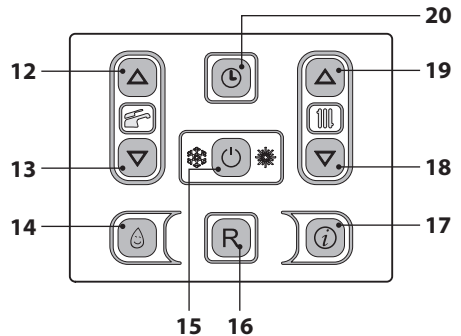
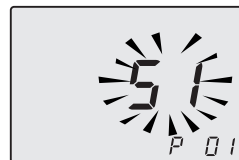

Figura 5.29
Figura 5.30
- Entrare in "modalità programmazione" premendo contemporaneamente per 10 secondi i tasti 15 - 18 - 19 (Figura 5.29) fino a far apparire sul display LCD le lettere **P01** e il valore del parametro, indicanti l'entrata nel "parametro 01" (Figura 5.30).
- Scorrere i vari parametri utilizzando i tasti 18 o 19 (Figura 5.29) fino a far apparire sul display LCD le lettere **P08** e valore del parametro, indicanti l'entrata nel "parametro 08" (Figura 5.31).
- Premendo il tasto 15 (Figura 5.29) si ottiene la conferma del valore inserito.